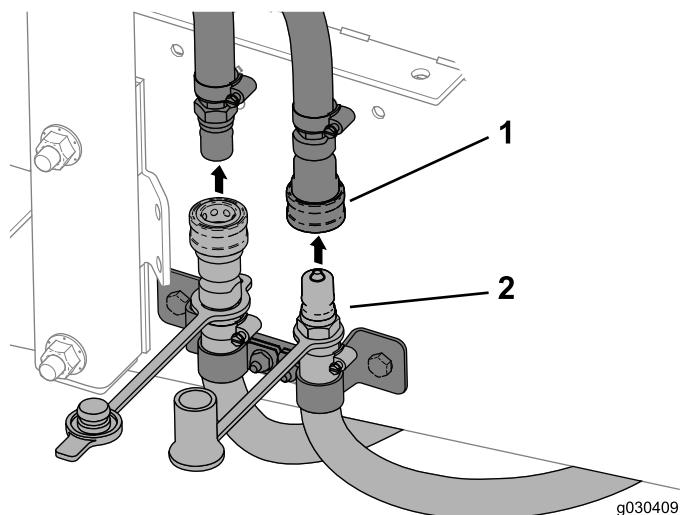

Figura 68
2. Desligue os tubos do aquecedor (Figura 68).